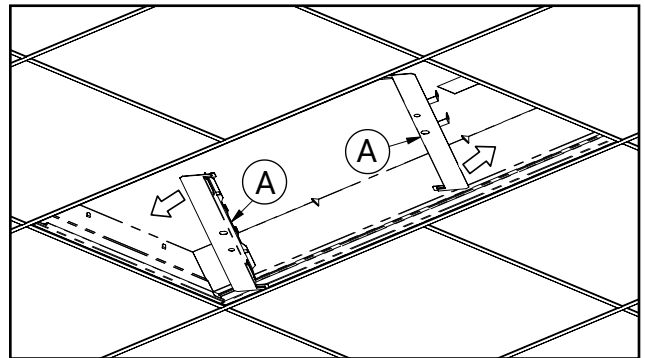

Figure 5.
5. Installez les rails d'ancrage (A) entre le chemin lumineux encastré d'origine et la grille en T (fig. 5).